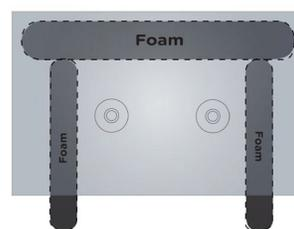

Figura 2: Piezas de espuma utilizadas para la parte posterior y los laterales del calce
- Instale las piezas de espuma tal como se muestra en la Figura 2 a continuación.